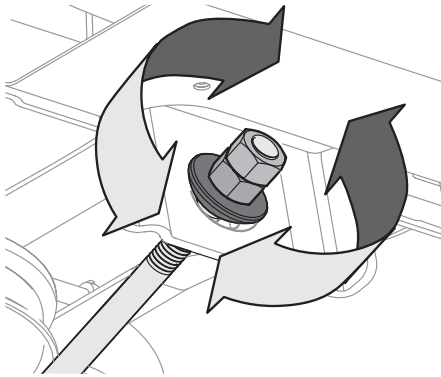

Figura 29
4. Para *eleva*r el frente de la plataforma, afloje la tuerca exterior y luego apriete (rosca hacia adentro) la tuerca interior contra el soporte de suspensión delantera. Consulte la Figura 29. Cuando se logre el torque correcto, vuelva a apretar la tuerca exterior hasta 25-30 pies-libras (34-40.7 N-m).
3. Retire la varilla de la guarda de la correa (a) de alrededor de la polea del motor del tractor, sacando el tornillo autorroscante (b) que le asegura. Consulte la Figura 29.